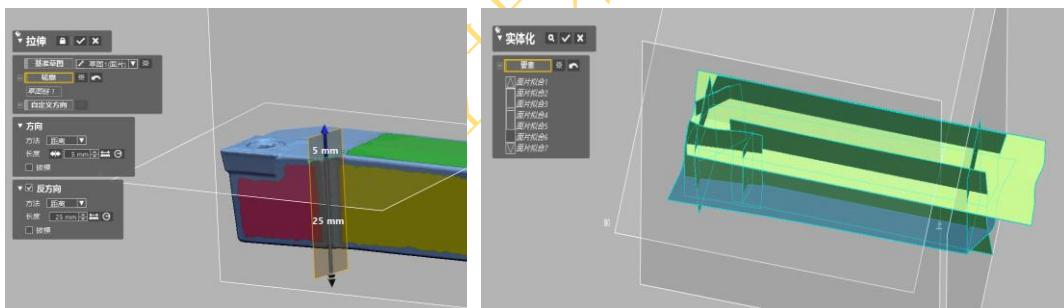

图 4.40 拉伸片体
5) 点击菜单栏模型 > (创建曲面下) 拉伸图标 , 弹出拉伸对话框, 轮廓选择草图 1, 方向长度 5mm, 反方向长度为 25mm, 如图 4.40 所示, 点击确定完成片体的拉伸。